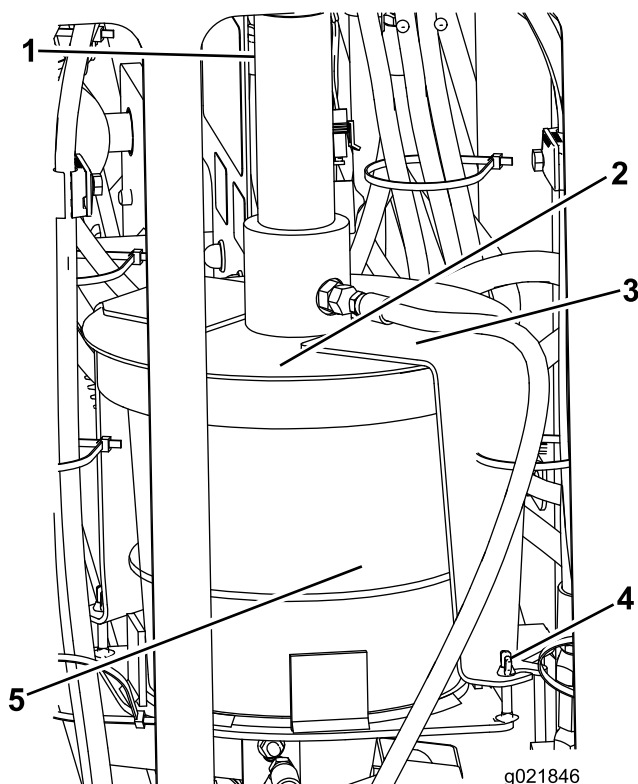

Figure 91
3. Desserrez les écrous à oreilles qui fixent les brides de maintien du couvercle sur la machine (Figure 91).
4. Tournez le couvercle et retirez les brides de maintien des boulons de fixation (Figure 91).
5. Soulevez le couvercle et déposez-le du bidon vide de composé d'étanchéité (Figure 91).
7. Placez le plongeur dans le bidon plein et abaissez le couvercle sur le bidon (Figure 91).
8. Glissez les brides sur les boulons de fixation et tournez le couvercle de manière à engager les brides sur les boulons (Figure 91).